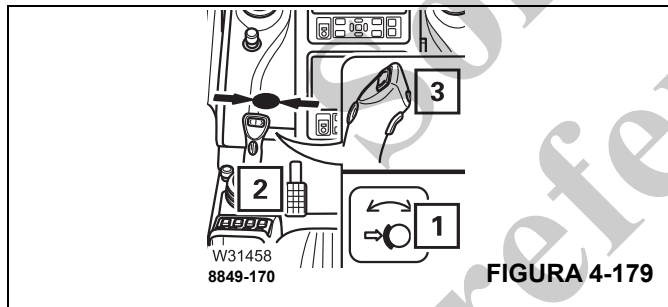

FIGURA 4-179
- Active la corona de giro. El freno de la corona de giro se libera – la luz (1), (Figura 4-179), se enciende.
- Cambie la palanca de control (2), (Figura 4-179), a su posición inicial.
- Presione el botón (3), (Figura 4-179). El freno hidráulico de la corona de giro se libera.